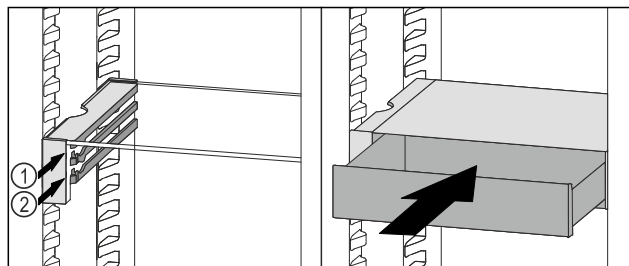

Fig. 117
- Встановити висувний ящик VarioSafe за стопорами на потрібне ребро Fig. 117 (1) або Fig. 117 (2).